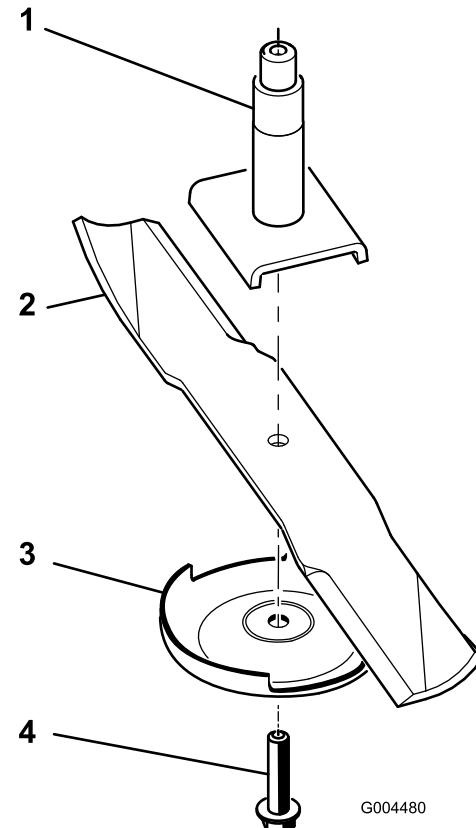

図 97
防止プレート、ブレードを取り外す図 97。
ているからそのまま使用してよい。もし傾くようなら、重い方の裏面を少し削って調整する図 97。
1. スピンドルシャフトにブレードを取り付ける図 97。
ける図 97。